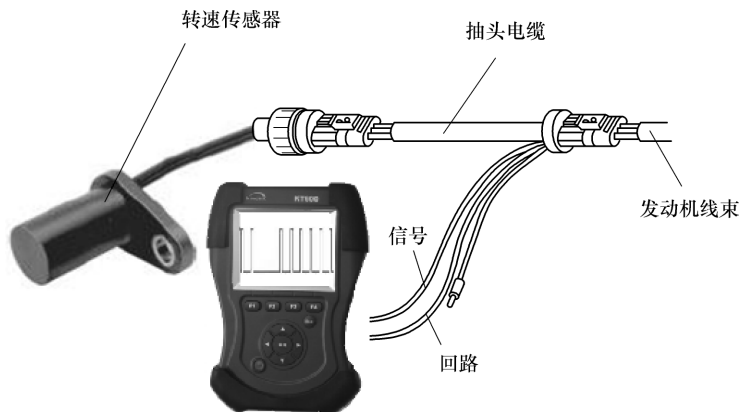

图 8-12 检测霍尔式传感器信号波形
③信号波形检测。如图 8-12 所示拆下传感器插接器，将抽头电缆跨接于转速传感器与传感器插头之间。然后用示波器检测信号波形。如果能够检测到矩形方波，则说明传感器及线路正常。